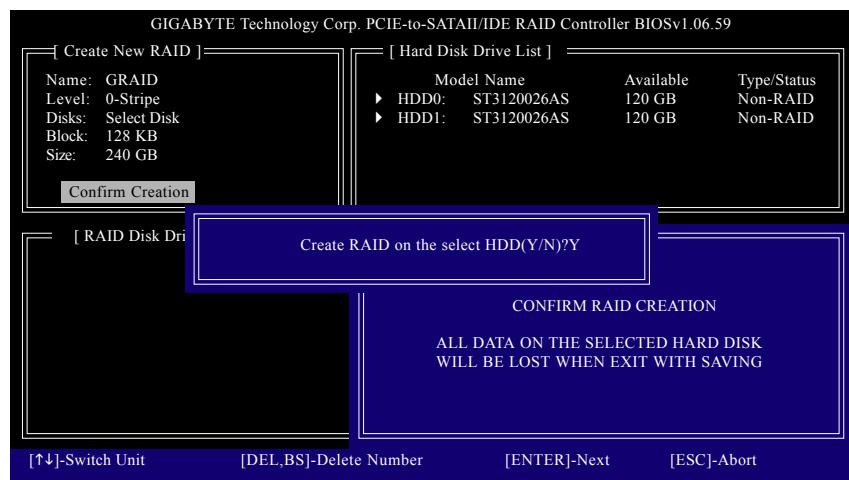

図 7
6. **作成の確認:** 上のすべてのアイテムが設定されたら、選択バーが Confirm Creation アイテムに自動的にジャンプします。<Enter> を押します。選択を確認するように求められたら(図 7)、<Y> を押して確認するか <N> を押して中断します。